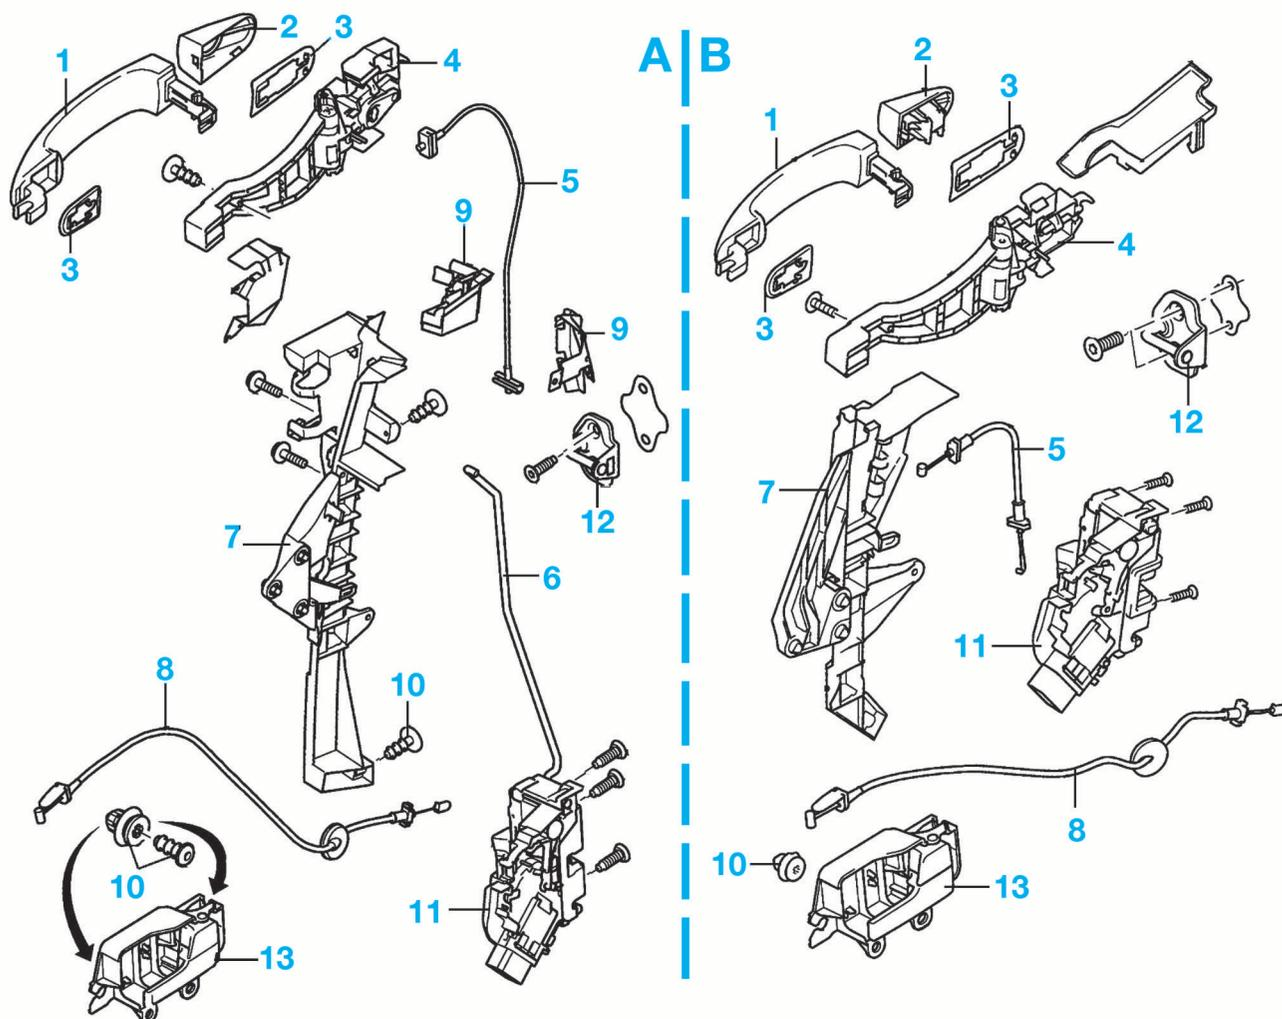

FIG. 53
- Déposer la garniture inférieure d'accoudoir (Fig.53).